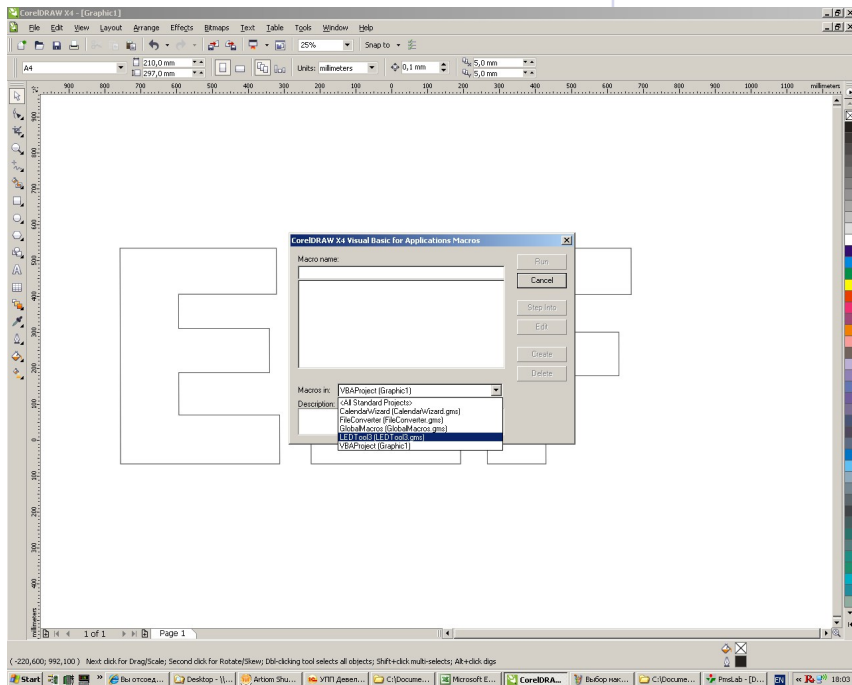

Рисунок 2
- в появившемся окне необходимо выбрать расположение/название Шаблона – LEDToll3 (LEDToll3.gms), далее «Выполнить» (Run), (Рисунок 2 - 3).